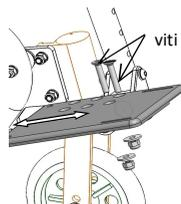

fig. 7.3: Regolazione profondità
• Regolazione profondità del poggiaiedi (fig. 7.3):